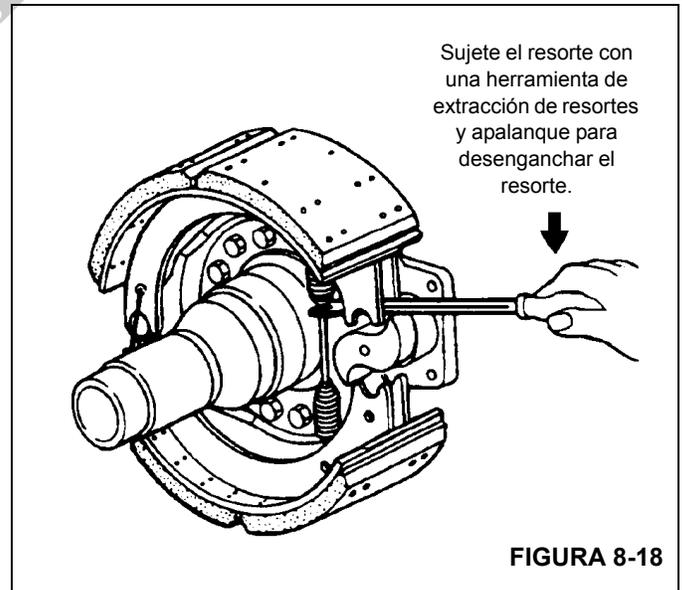

FIGURA 8-18
10. Si los resortes están conectados por un poste de resorte (collar), empuje el extremo de leva de la zapata superior hacia la leva. De otro modo, empuje el extremo de leva de ambas zapatas hacia la leva. Con una herramienta de extracción de resortes, sujete el resorte y apalanque para desenganchar el resorte de retorno de la zapata superior (vea la Figura 8-18). Retire el resorte y deséchelo.